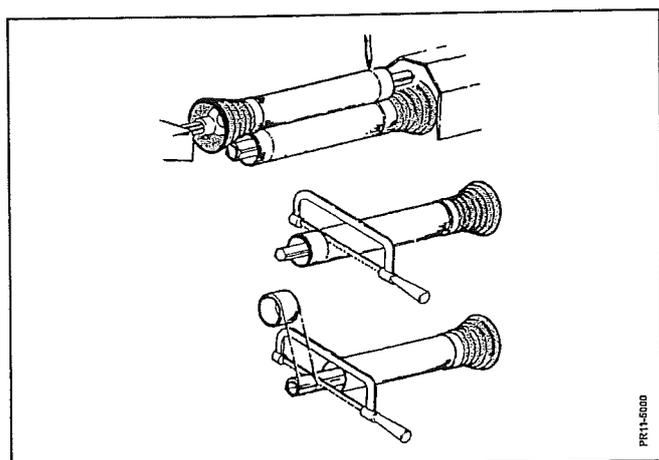

Fig. 2-6
- Fig. 2-6** Fastgør kraftoverføringshalvparterne til henholdsvis PTO og PIC, når disse er i samme vandrette plan, og lige over for hinanden. (Den ved denne maskine korteste afstand). Hold akselenderne parallelle med hinanden og afmærk de 30 mm (min.). Afkort alle 4 rør lige meget. Rørprofilernes ender skal afrundes og eventuelle grater skal omhyggeligt fjernes.